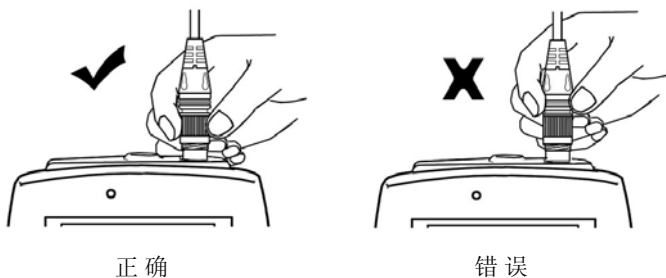

图 29 装卸传感器的正确方法
8) 在安装或卸下仪器所用的传感器时，请务必按图 29 所示的正确方式进行，**只旋转接头上的金属环，而不要旋转接线的非金属护套。**否则极易扭断连线内部的芯线。不正确的操作方式将严重影响该连线的使用寿命。